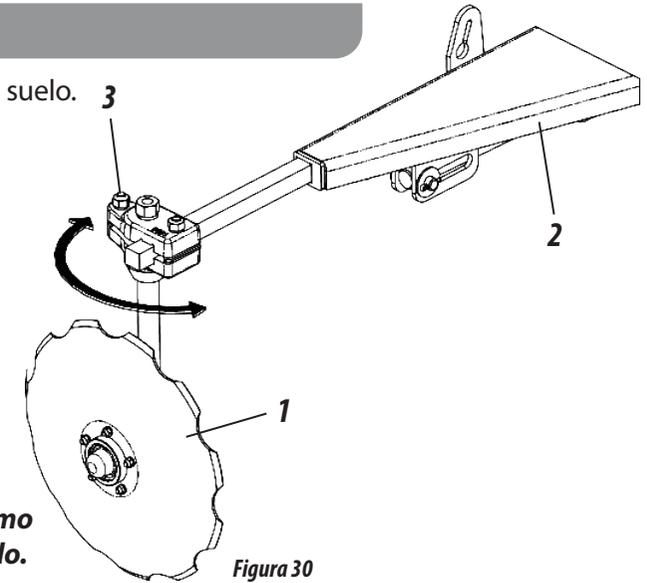

Figura 30
**REGULACIÓN DE LOS DISCOS DE LOS MARCADORES DE LÍNEA (FIGURA 30)**